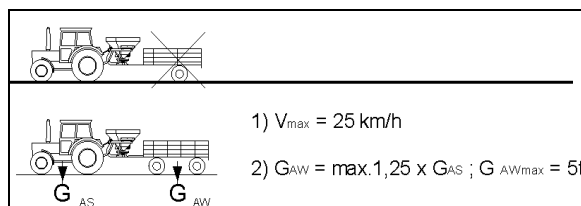

Bild 46
6. Fasta rullar (Bild 46/1) bak
- o montera och säkra med fjädersprinten (Bild 46/2) i det mellersta hålet,
Vid monteringen av de fasta rullarna måste man se till att bulten (Bild 46/3) går helt igenom hålet på ramen och fixerar rullarna i på längden.